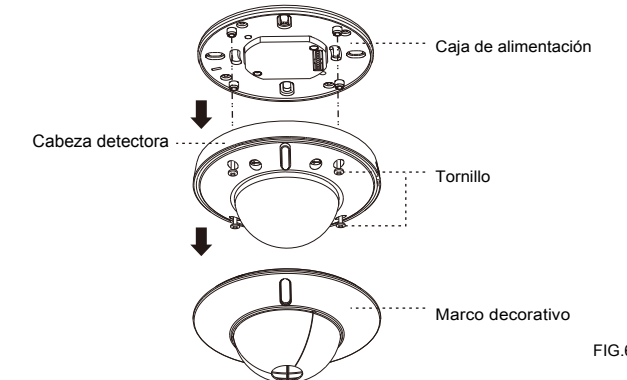

FIG. 6
3.4.1.1 Quite el marco decorativo de KDP-DALI-03-S, luego separe la cabeza del detector de la caja de alimentación desatornillando sus 4 tornillos (vea la FIG. 6).
3.4.1.4 Fije el cabezal del detector en la caja de alimentación insertando sus cuatro tornillos que no se caen en los orificios para tornillos correspondientes, luego cubra el marco decorativo (Ver FIG.6).